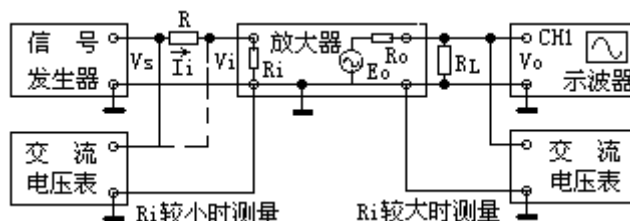

图 5 输入阻抗测量装置图
- (1) 静态工作点调试：同单极放大器调试方法；
- (2) 电压放大倍数测量：同单极放大器调试方法；
- (3) 放大器频率特性测量：同单极放大器调试方法；
- (4) 输入阻抗测量：放大器输入阻抗为从输入端向放大器看进去的等效电阻，即： $R_i = V_i / I_i$ 该电阻为动态电阻，不能用万用表测量。输入阻抗 R_i 测量装置图如图 5 所示。
输出阻抗测量装置如图 5 所示，在输入回路不串接 R 情况下：